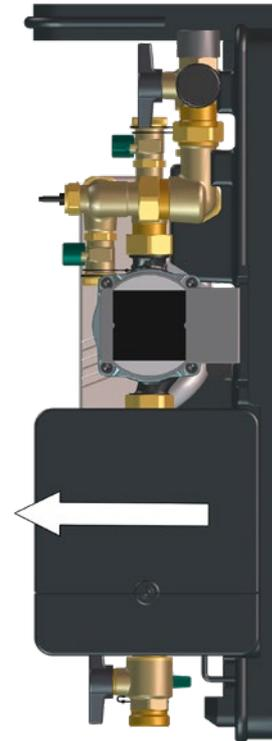

Fig. 27: Retrait du régulateur de la coque inférieure
- 2 Retirer avec précaution le régulateur de la coque inférieure comme illustré sur la Fig. 27 en page 41.